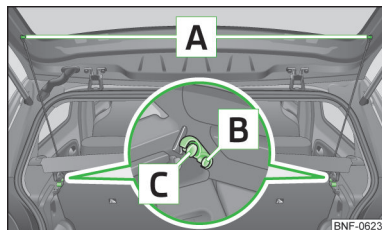

Fig. 70
Hvis båndene **A** » Fig. 70 er hængt på bagklappen, løftes bagagerumsafdækningen (efterfølgende kun kaldt afdækning) i forbindelse med åbning af bagklappen.
- Fastgør afdækningen i holderne **B** » Fig. 70.
Afdækningen frigøres fra holderne **B** » Fig. 70.
- Hægt båndene **A** » Fig. 70 af i begge sider af bagklappen.
- Læg afdækningen på holderne **C** » Fig. 70, og bank på afdækningens overflade for at fastgøre den i holderne.
Sørg altid for, at bagagerumsafdækningen er gået korrekt i hak i holderne i siden **C** » Fig. 70 – risiko for beskadigelse af bagagerumsafdækningen eller bagagerummet.